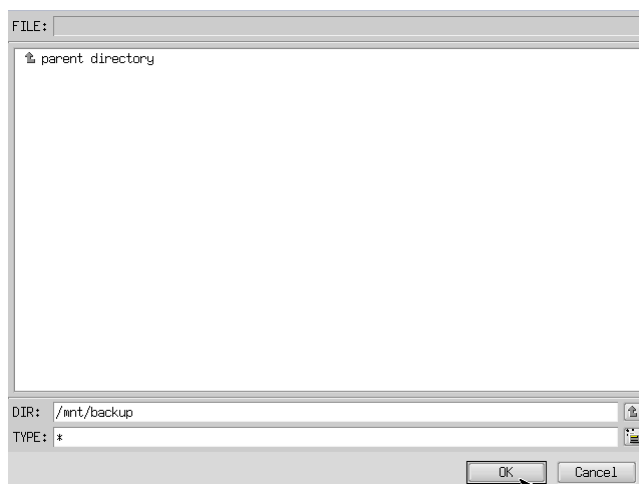

図 5-4-3. フォルダ参照画面
- ⑦ フォルダ参照画面（図 5-4-3）が表示されます。②で接続したパーティションは、/mnt にマウントされるので、/mnt 以下のフォルダを選択してください。[OK]を押すとフォルダ選択画面にもどります。